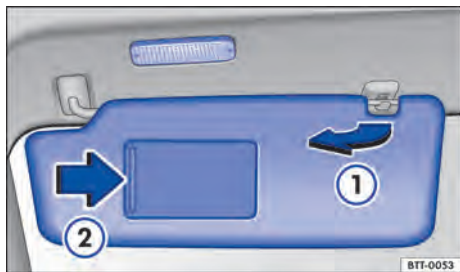

Fig. 89 Para-sol.
- Retirar do suporte e girar na direção das portas → Fig. 89 ①.
No para-sol rebatido para baixo há um espelho de cortesia atrás de uma cobertura. Ao abrir a cobertura → Fig. 89 ② uma lanterna se acende.